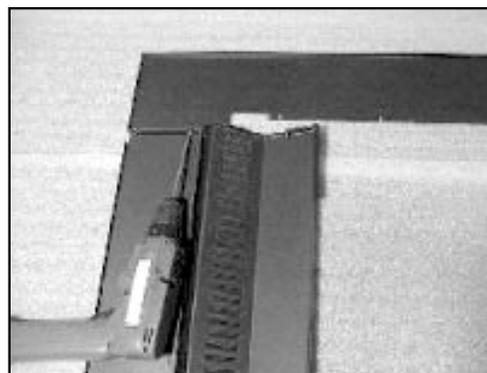

Figure 24.6
4. Alignez le panneau supérieur avec le trou de dégagement du panneau latéral/ensemble de rideau. Installez (2) des vis de 203 mm (8 po)-813 mm (32 po) x 9,5 mm (3/8 po) à travers les trous du panneau latéral dans le panneau supérieur. **Figure 24.6**. Compléter pour chaque côté.